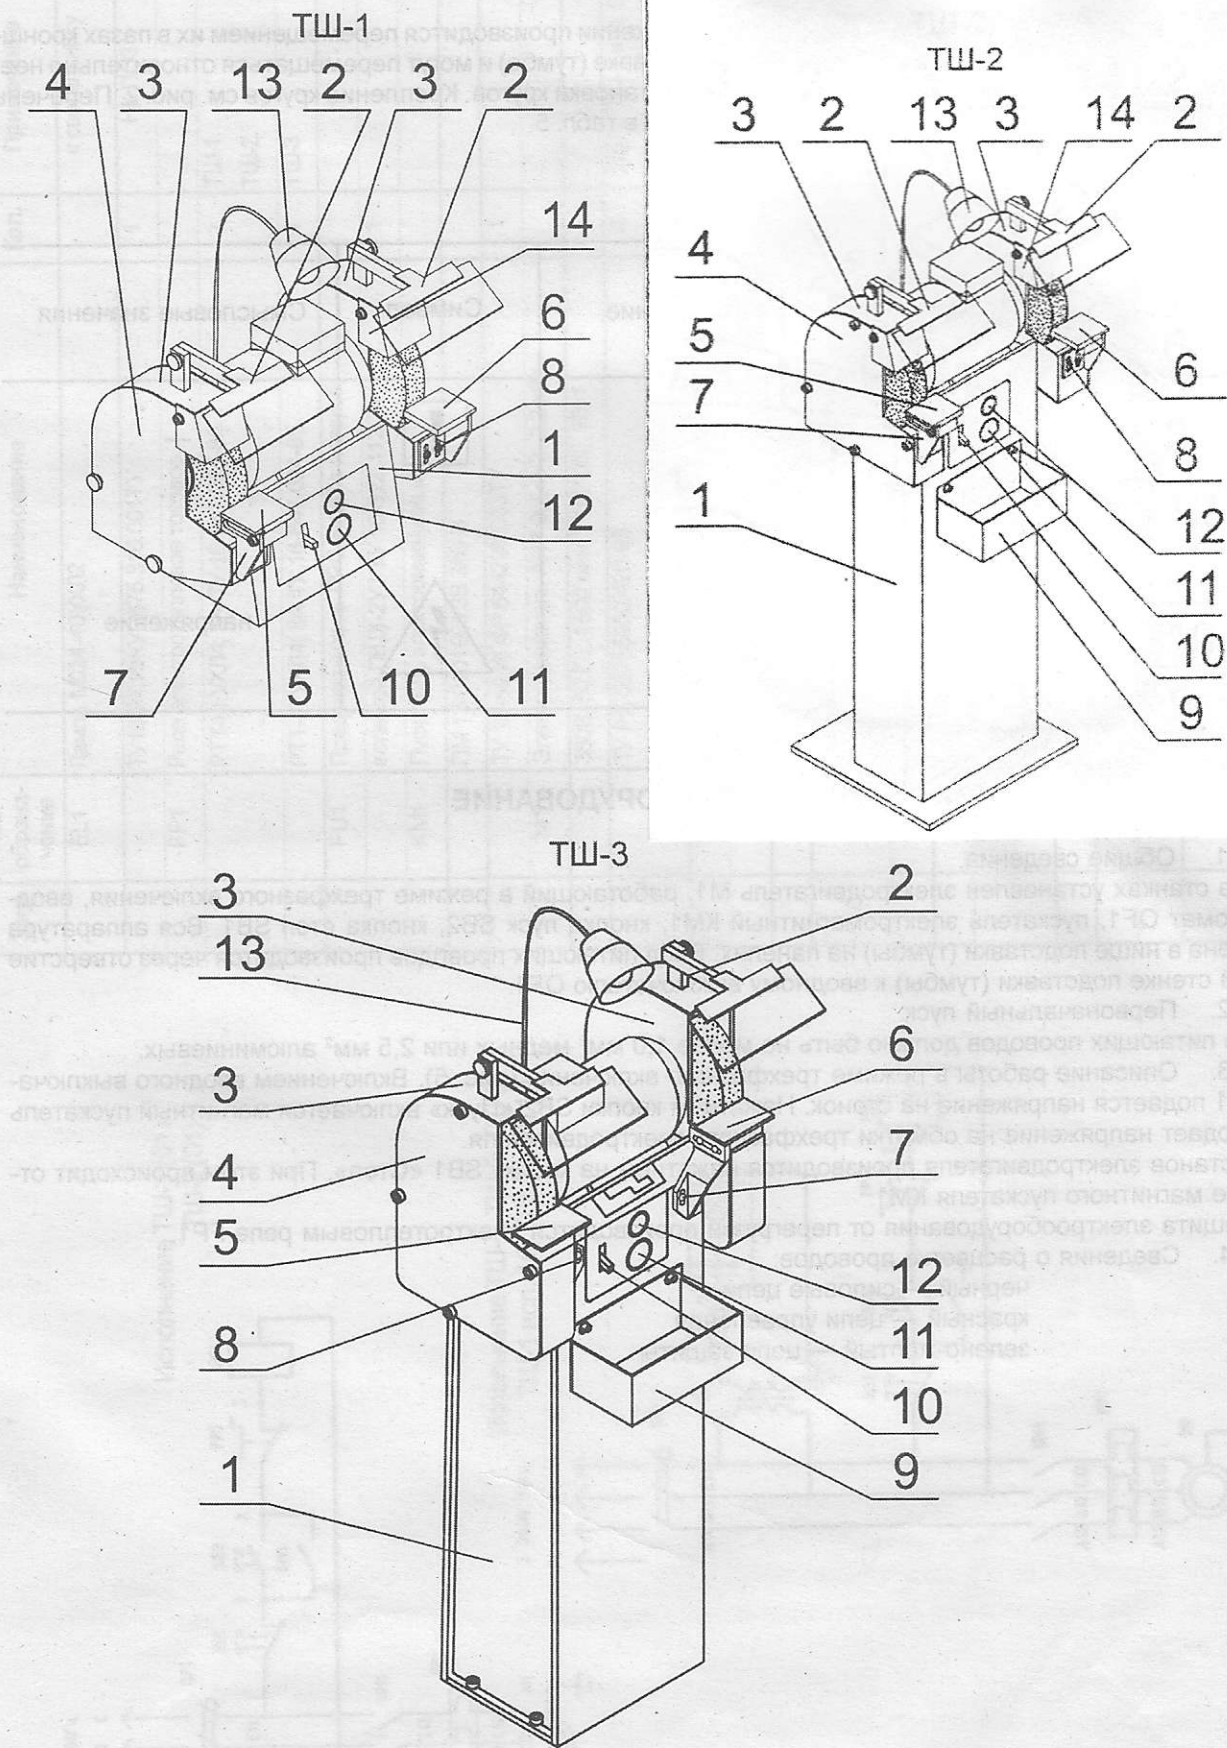

Рис. 4. Общая компоновка станков.
6.1. Изображение станка с обозначением составных частей и основных деталей приведено на рис. 4.
6.2. Общая компоновка станков (Рис. 4).
9.1. Для пуска станка необходимо включить вводной автомат поз. 10 (рис.4), затем нажать кнопку «Пуск» поз. 12 (рис. 4) на панели управления станка.
9.2. Для остановки станка нажать на красную кнопку «Стоп» поз. 11 (рис.4) на панели управления станка.